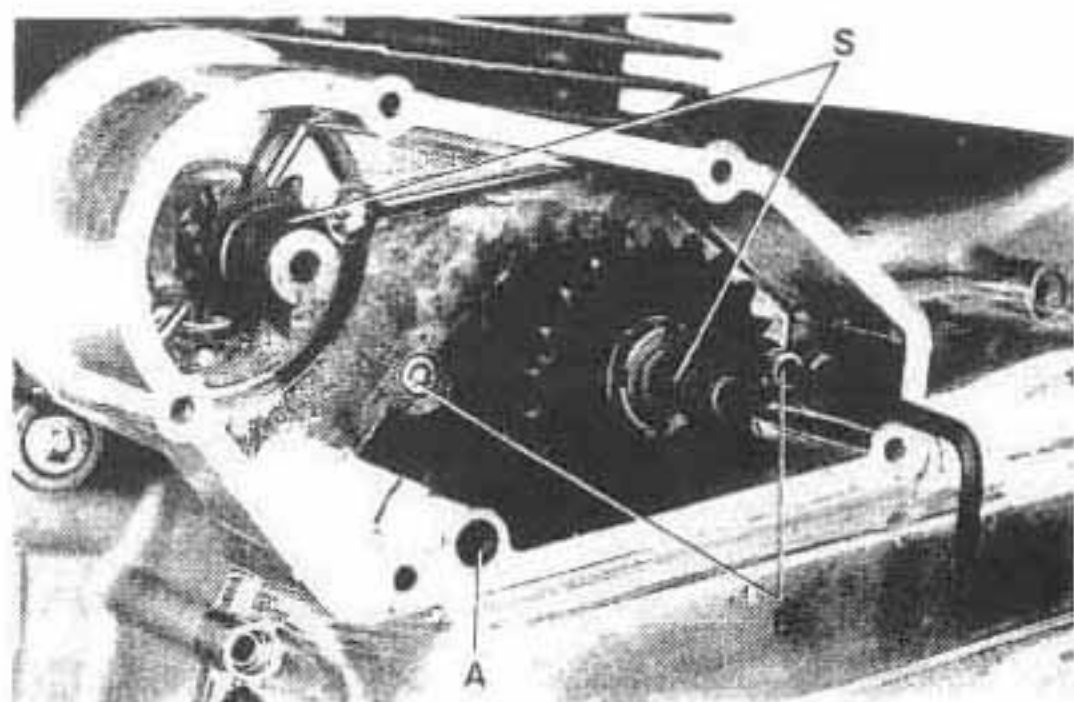

Fig. 8
**Nota** - Sui due alberini ci sono due rasamenti (S - fig. 8). Evitare nel modo più assoluto di svitare la vite a cava esagonale verniciata, che tiene fissati i due pick-up per l'accensione (A - fig. 8).
Svitare il tappo a cava esagonale (chiave da 14 mm) e quindi togliere le viti che fissano il coperchio laterale sinistro al carter motore, due delle quali sono poste all'interno del coperchietto del complesso di avviamento (B - fig. 8).
**Note** - There are two shims on the sprocket shafts (S - fig. 8). **On no account should the painted Allen screw be loosened** which holds both ignition pick-ups (A - fig. 8).
Remove the inspection plug (14 mm Allen key) and undo the Allen screws which secure the left side cover to the crankcase (two screws are located inside the housing of the starter motor chain) (B - fig. 8).